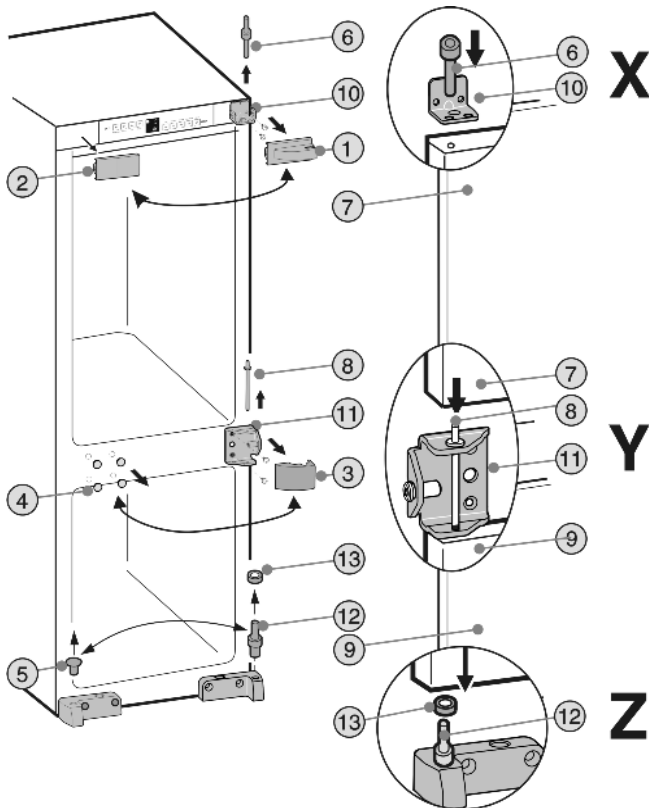

Fig. 3
- ▶ Soulever les caches Fig. 3 (1,2,3,4,5).
- ▶ Dévisser le boulon d'appui supérieur Fig. 3 (6) hors de la porte du compartiment réfrigérateur Fig. 3 (7).
- ▶ Basculer légèrement la porte du compartiment réfrigérateur Fig. 3 (7) vers l'avant et la soulever vers le haut.
- ▶ Retirer le pivot du milieu Fig. 3 (8).
- ▶ Soulever la porte du compartiment congélateur Fig. 3 (9).
- ▶ Dévisser le support d'appui supérieur Fig. 3 (10) et le support d'appui du milieu Fig. 3 (11) et les revisser sur le côté opposé en utilisant les mêmes vis et un couple de serrage de **4 Nm**.
- ▶ Déplacer le boulon d'appui inférieur Fig. 3 (12) avec la rondelle Fig. 3 (13).
- ▶ Poser la porte du compartiment congélateur sur le boulon d'appui Fig. 3 (12) et la rondelle Fig. 3 (13). **Détail Z**
- ▶ Placer le pivot du milieu Fig. 3 (8) à travers le support d'appui du milieu Fig. 3 (11) de la charnière de la porte. **Détail Y**
- ▶ Poser la porte du réfrigérateur sur le boulon d'appui central Fig. 3 (8). **Détail Y**
- ▶ Introduire le pivot supérieur Fig. 3 (6) à travers le trou **extérieur** dans le support d'appui Fig. 3 (10) dans le trou de la porte du réfrigérateur Fig. 3 (7) et visser avec un couple de serrage de **4 Nm**. **Détail X**
- ▶ Remettre en place les éléments de protection Fig. 3 (1,2,3,4,5) sur le côté opposé en les tournant de 180°.